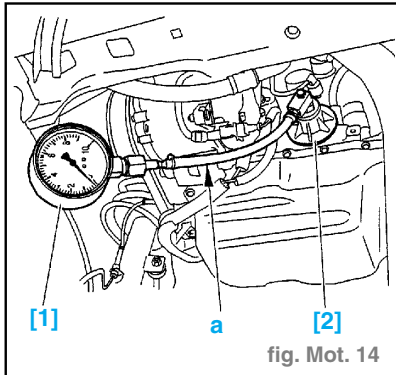

fig. Mot. 14
- Monter le raccord [2] (réf. Citroën : **40202 - T**) à la place de la cartouche. (fig. Mot. 14)